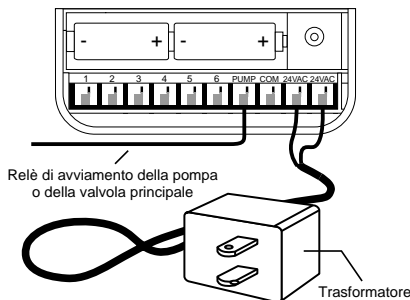

FIGURA 20: Collegamento del relè di avviamento della pompa o valvola principale e del trasformatore
- Collegare il trasformatore [vedere Figura 20].